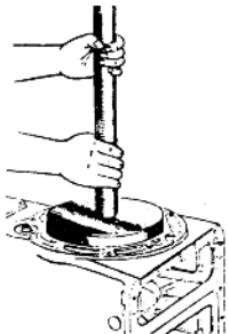

图 1-11 主轴承外圈的拆装
(1) 用螺丝刀将主轴承锁簧拆下。
(2) 将专用工具套放在主轴承外圈上,用金属棒敲击专用工具(圆盘),把轴承外圈从机体上打下来,如图 1-11 所示。